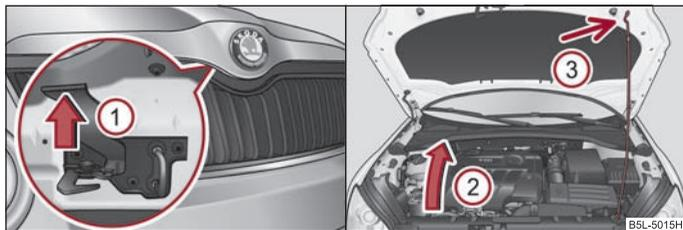

Fig. 13 Griglia radiatore: Leva di bloccaggio / Fermo del cofano motore con sostegno
- Spingere la leva di sicurezza nel senso della freccia ① ⇒ fig. 13, il cofano motore si sblocca.
- Estrarre il sostegno dal supporto nel senso della freccia ② e bloccare il cofano motore aperto inserendo l'estremità del sostegno nell'apposita apertura ③ ⇒ fig. 13.